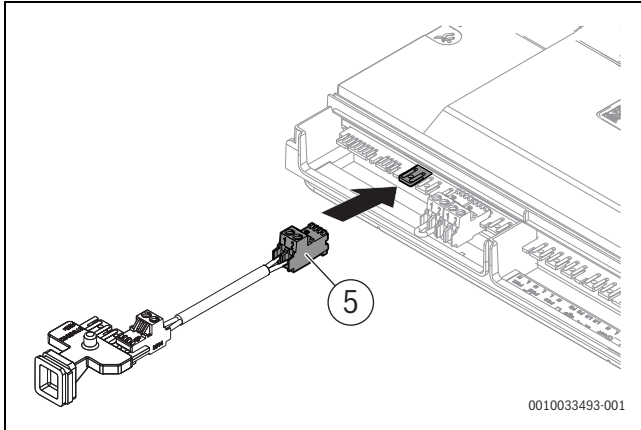

Bild 102 BUS-Kabel am BUS-Steckplatz der Klemmleiste anschließen
- ▶ BUS-Kabel der Anschlussleiste (→ Bild 102, [5]) am BUS-Steckplatz der Klemmleiste anschließen.